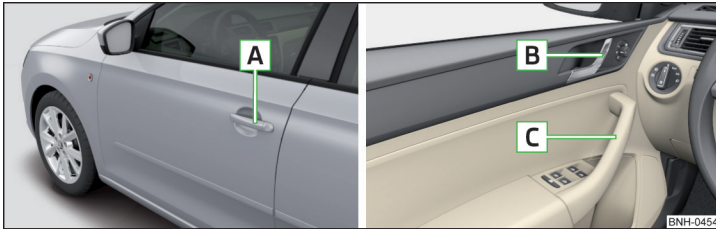

Abb. 32 Türgriff/Türöffnungshebel
- Am Türgriff **A** » Abb. 32 der jeweiligen Tür ziehen.